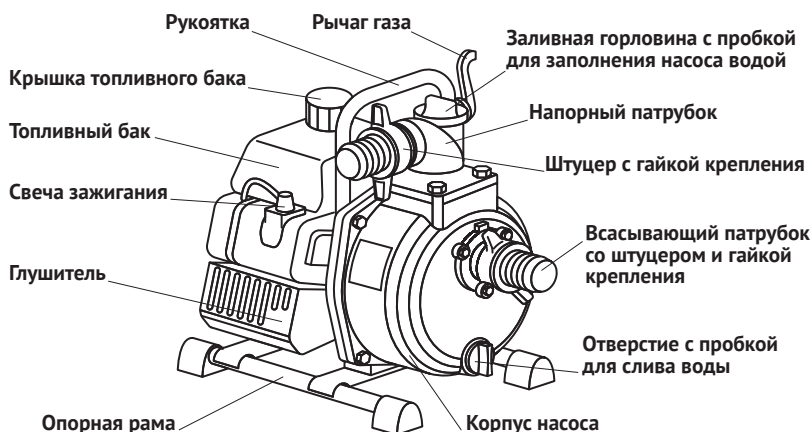

Рис. 1
- Открутив пробку заливной горловины (рис. 1), при помощи воронки медленно заполните корпус насоса водой. Заливайте воду до тех пор, пока из горловины не потечет вода без пузырьков воздуха. Плотнo заверните пробку заливной горловины. Следите за герметичностью всасывающего шланга и надёжностью его соединения со штуцером, чтобы избежать попадания воздуха в насос.
- Откройте дроссельную заслонку карбюратора, переведя рычаг газа (рис. 1, 7) из крайнего положения («закрyто») на 1/2 расстояния до другого крайнего положения («открыто»). Направление поворота рычага газа, соответствующее увеличению числа оборотов двигателя, можно определить по возникающему при повороте усилию.